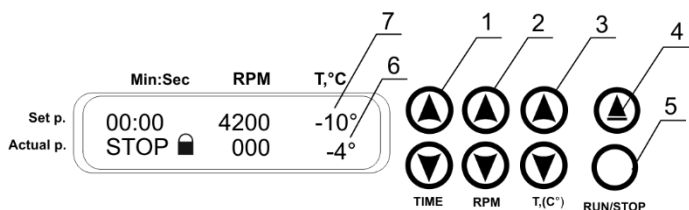

Рис. 2. Панель управления
- Ротор всегда должен быть тщательно закреплен. При появлении необычного шума при запуске, что может свидетельствовать о неправильной фиксации ротора, немедленно остановите центрифугу нажатием кнопки **RUN/STOP** (рис. 2/5).
Примечание. Если центрифуга закрыта, откройте крышку, нажав на кнопку **▲ Open** (рис. 2/4), и поднимите крышку рукой.
- 4.6. Используя кнопки и T,°C (рис. 2/3), установите необходимую температуру в градусах Цельсия (-10...+25°C, шаг 1°C). Температуру можно изменять и во время работы центрифуги.
- !** **Примечание.** Для лучшей термостабилизации установите скорость вращения ротора 500 об/мин, используя кнопки и RPM (рис. 2/2), и запустите центрифугу, нажав кнопку RUN/STOP.
- 4.7. После термостабилизации, на что указывает соответствие выставленного (рис. 2/7) и фактического значений температур (рис. 2/6), остановите вращение ротора, используя кнопку RUN/STOP (рис. 2/5).
- 4.8. Откройте крышку, нажав на кнопку Open (рис. 2/4).
- 4.10. Используя кнопки и RPM (рис. 2/2), установите необходимую скорость вращения (100 – 4200 об/мин, шаг 100 об/мин), учитывая тип ротора. Скорость вращения можно изменять и во время работы центрифуги.
- 4.11. Используя кнопки и TIME (рис. 2/1), установите необходимый интервал времени в минутах (0 – 90 мин, шаг 1 мин).